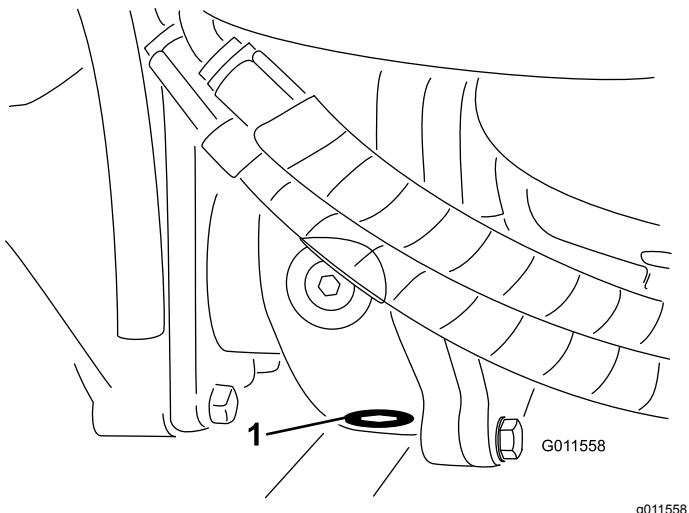

Figura 91
5. Limpie la zona alrededor del tapón de vaciado en la parte inferior de la caja de engranajes (Figura 91).